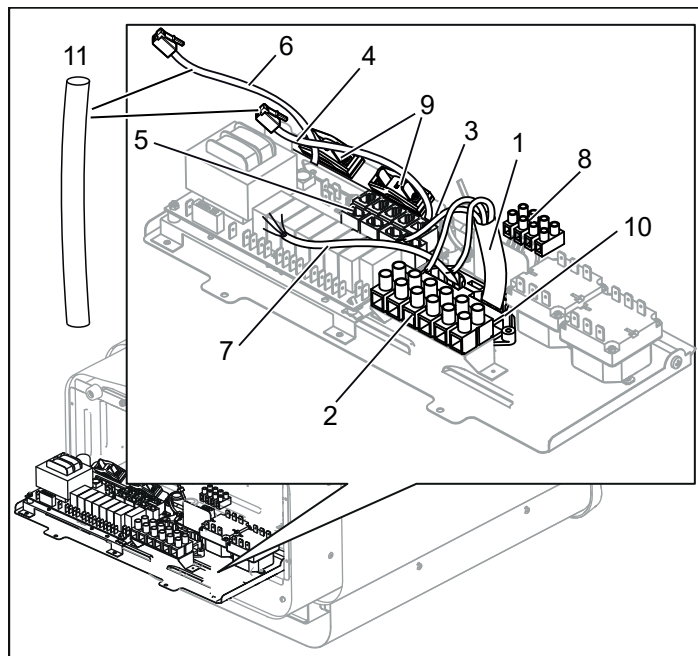
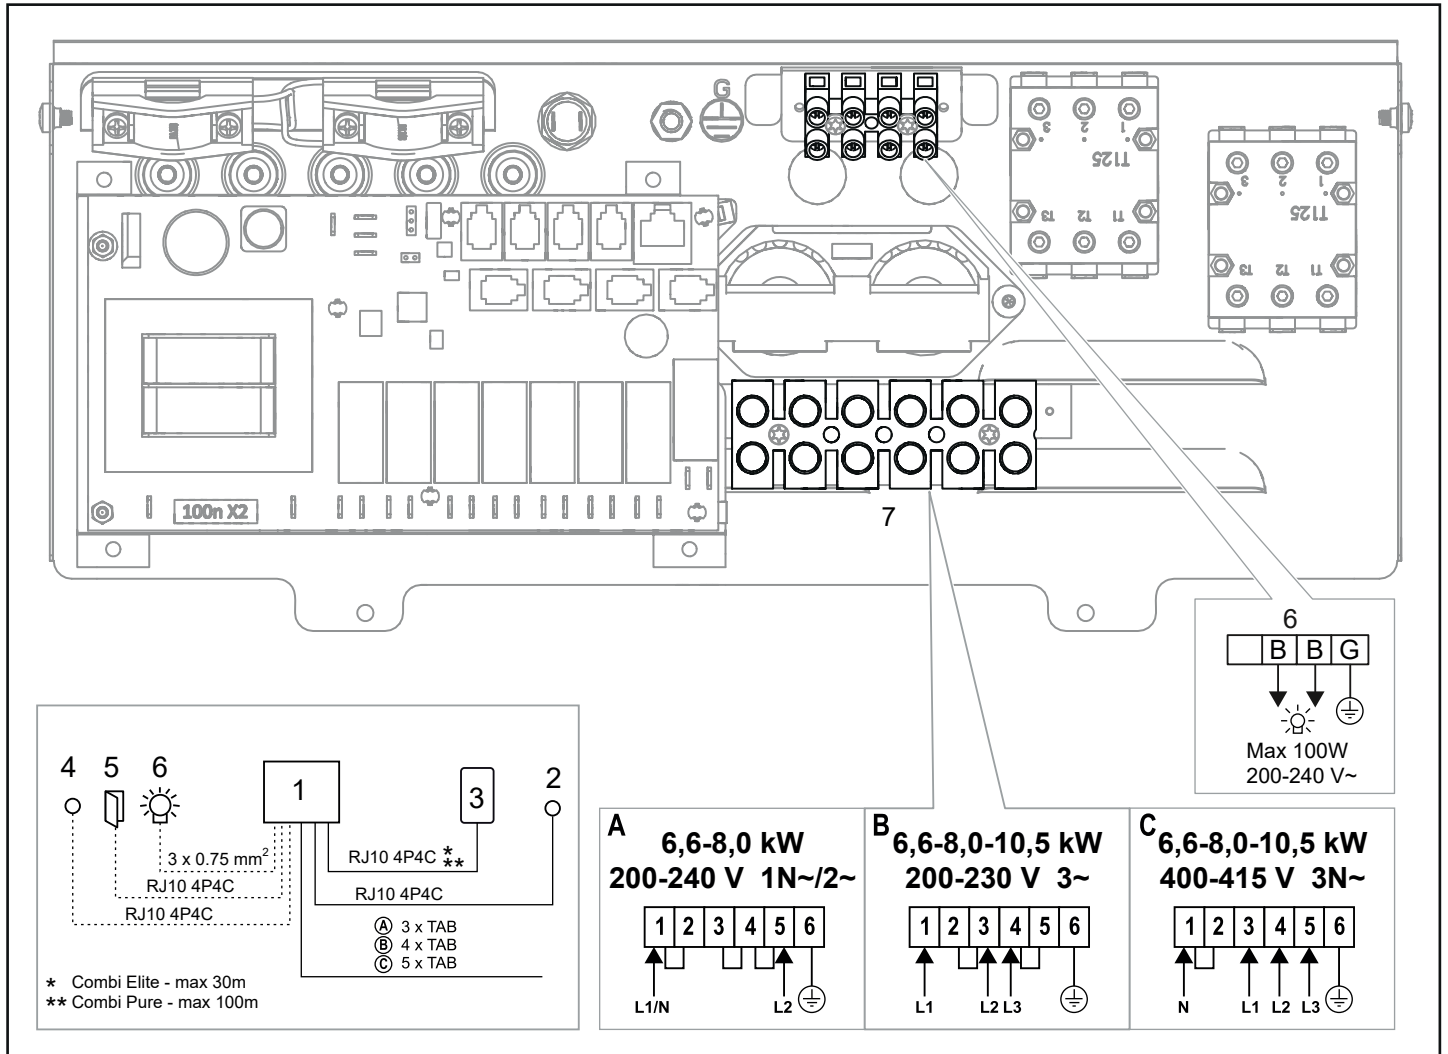
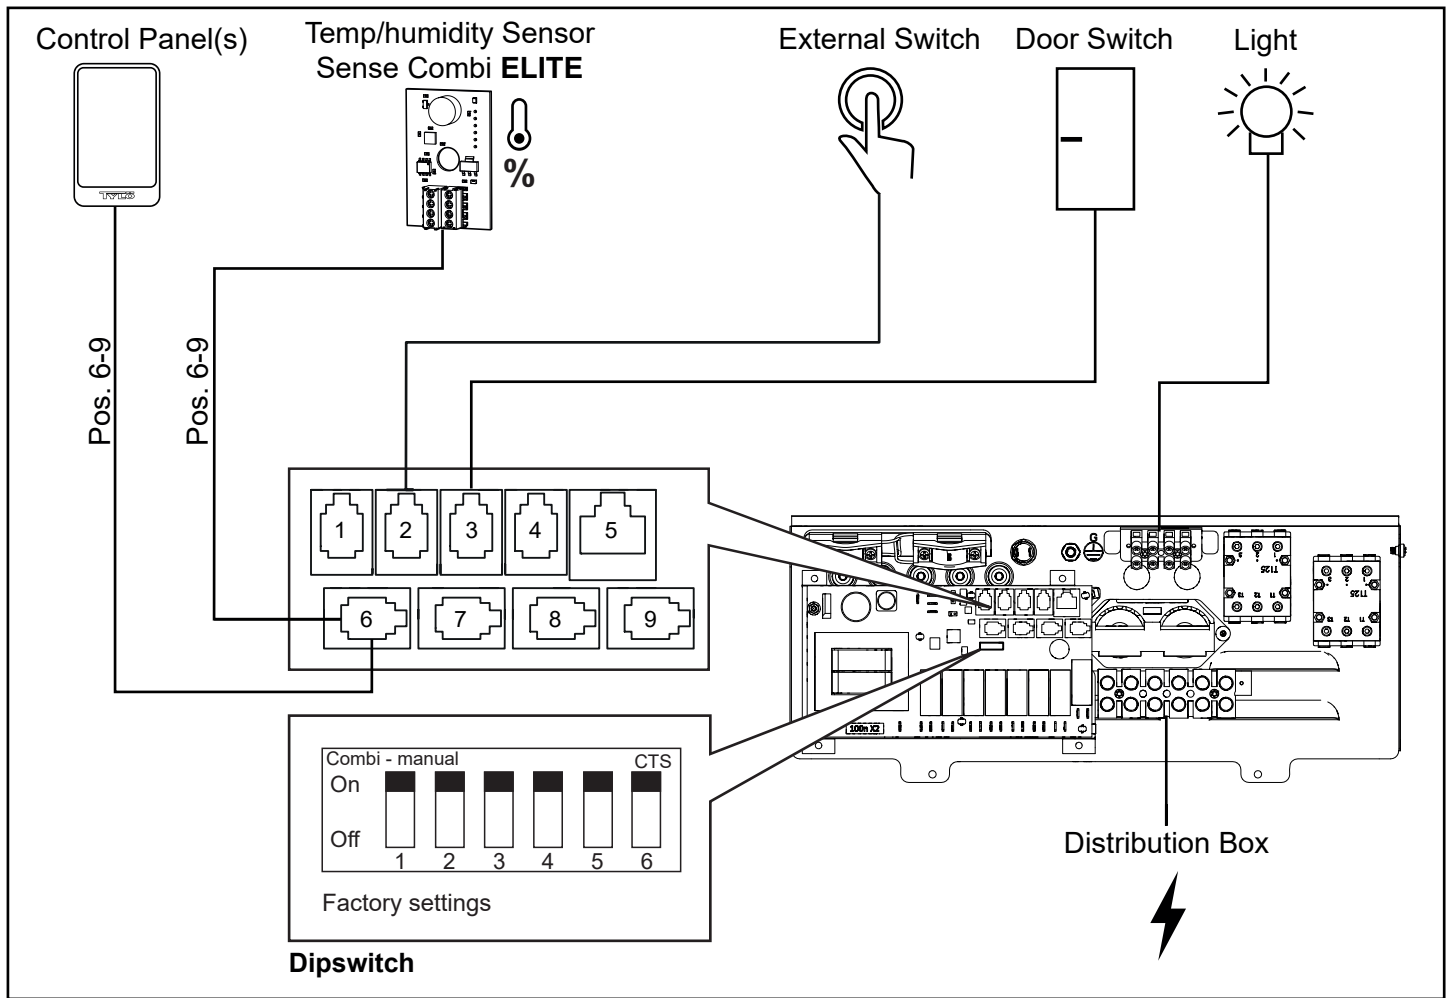

Рисунок 10: Монтажная плата
Рисунок 17: Схема соединений
Рис. 19. Схема установки Sense Combi Elite
- Подключите электрический кабель (см. Рисунок 10) согласно схеме соединений (см. Рисунок 17).
- Проведите кабель для панели управления и датчика температуры через проходные кабельные втулки (см. Рисунок 10). Подключите кабель панели управления к одному из четырех контактов RS485 (позиции 6-9) (см. Рисунок 19, 20).
Combi Elite: Подключите кабель датчиков влажности и температуры к одному из четырех контактов RS485 (позиции 6-9) (см. Рисунок 19).
- Подключите кабель освещения (если таковой имеется), см. Рисунок 10, согласно схеме соединений, Рисунок 17.